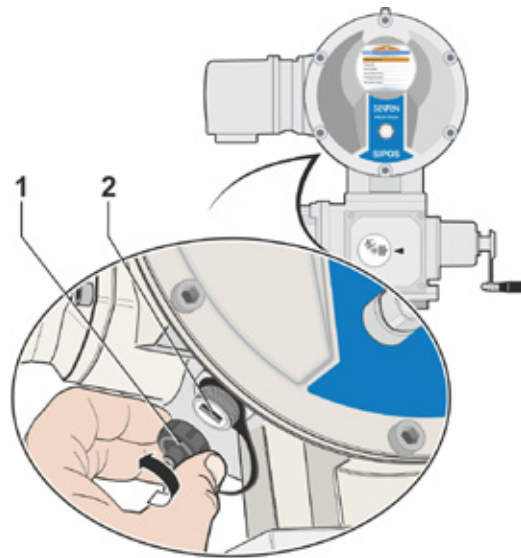

Abb. 1: USB-Anschluss
1. Die Schutzkappe des USB-Anschlusses (Abb. 1, Pos. 1) abschrauben (sie ist gegen Verlieren mit einem Kunststoffband gesichert).